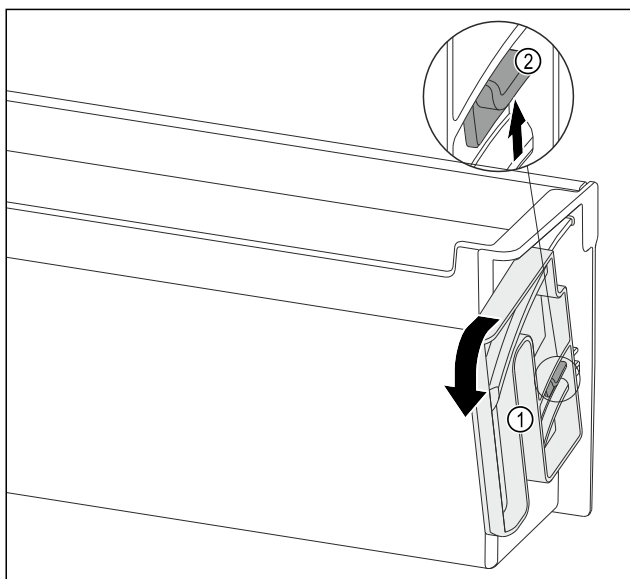

Fig. 122
- Завъртете завъртащото устройство Fig. 122 (1) в показаната посока докрай.
- Натиснете езичето Fig. 122 (2) нагоре и свалете завъртащото устройство Fig. 122 (1).